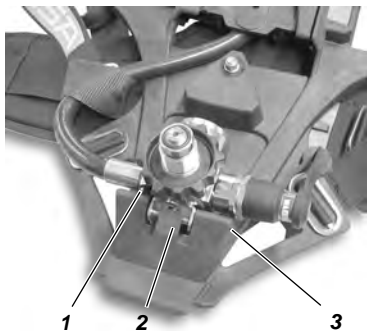
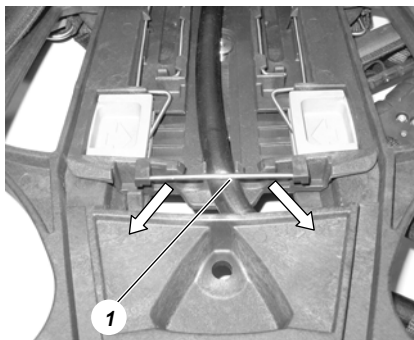

Bild 9 Druckminderer entfernen
Bild 10 Schlauch entfernen
- (4) Schulterpolster in den seitlichen Führungsschlitzen der Verstellplatte in unterste Position schieben, Knöpfe leicht nach außen anwinkeln und aus der Führung herausnehmen.
- (5) Schulter- und Hüftgurte aus der Trageplatte ausknöpfen.
- (6) Arretierstift (siehe Bild 10) des Mehrkammerschlauchs schräg nach unten drücken und entfernen.
- (7) Gleiches auf der anderen Seite der Trageplatte vornehmen.
- (8) Mehrkammerschlauch aus der Führung auf der Trageplatte herausnehmen.
- (9) Achse (3) in Halterung des Druckminderers herausdrücken (siehe Bild 9).
- (10) Druckminderer von der Trageplatte entfernen, dabei die Rastfeder (2) **nicht** hoch drücken.